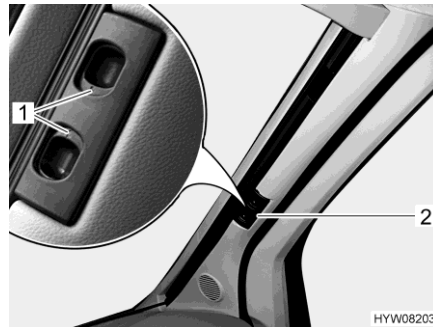

Fig. 18 Estor plegable (luna delantera)
- Presionar los tiradores de desbloqueo (Fig. 18,1) y mantenerlos presionados.
- Tirar el estor plegable para la luna delantera del tirador (Fig. 18,2) hacia el centro de la ventana.
- Empujar ambas mitades del estor plegable para la luna delantera en el tirador (Fig. 18,2) hacia afuera, hasta el tope. Al hacerlo, subir el tirador a la altura de la escotadura de bloqueo.
- Soltar los tiradores de desbloqueo (Fig. 18,1) y dejar que engatillen.